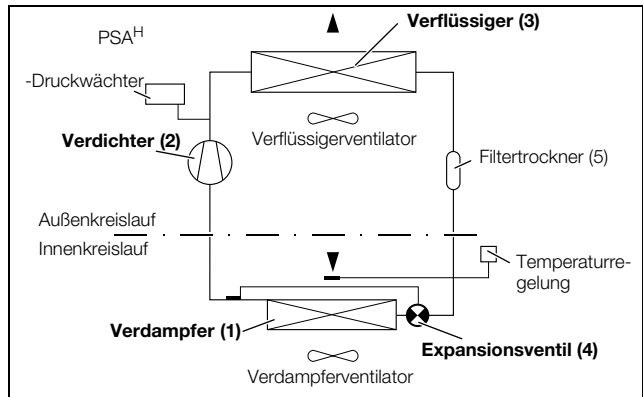

Fig. 2: Kältekreislauf
Das Kühlgerät (Kompressionskälteanlage) besteht aus den vier Hauptbestandteilen (Abb. 2): Verdampfer (1), Kältemittelverdichter (Kompressor) (2), Verflüssiger (Kondensator) (3) sowie dem Regel- bzw. Expansionsventil (4), die durch Rohrleitungen miteinander verbunden sind. Dieser Kreislauf ist mit einem leicht siedenden Stoff, dem Kältemittel, aufgefüllt. Das Kältemittel R134a (CH_2FCF_3) ist chlorfrei. Sein Ozon-Zerstörungs-Potenzial (OZP) beträgt 0. Es ist somit sehr umweltfreundlich. Ein Filtertrockner (5), der in den hermetisch geschlossenen Kältekreislauf integriert ist, bietet wirksamen Schutz gegen Feuchtigkeit, Säure, Schmutzteilchen und Fremdkörper im Inneren des Kältekreislaufes.